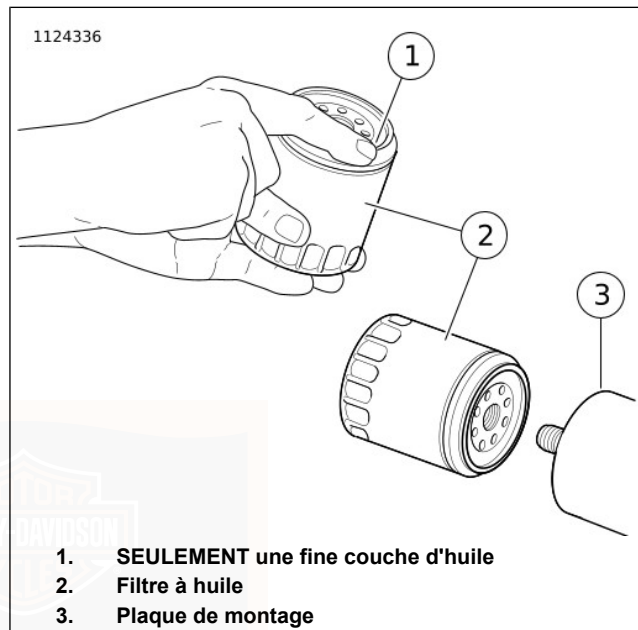

Figure 50. Application d'une fine couche d'huile
7. Voir Figure 50. Lubrifier le joint avec une huile moteur propre et installer un **nouveau** filtre à huile sur le support. Serrer le filtre à huile à la main d'un demi à trois quarts de tour une fois que le joint touche la surface de montage du filtre. Ne PAS utiliser de clé à filtre à huile lors de l'installation.